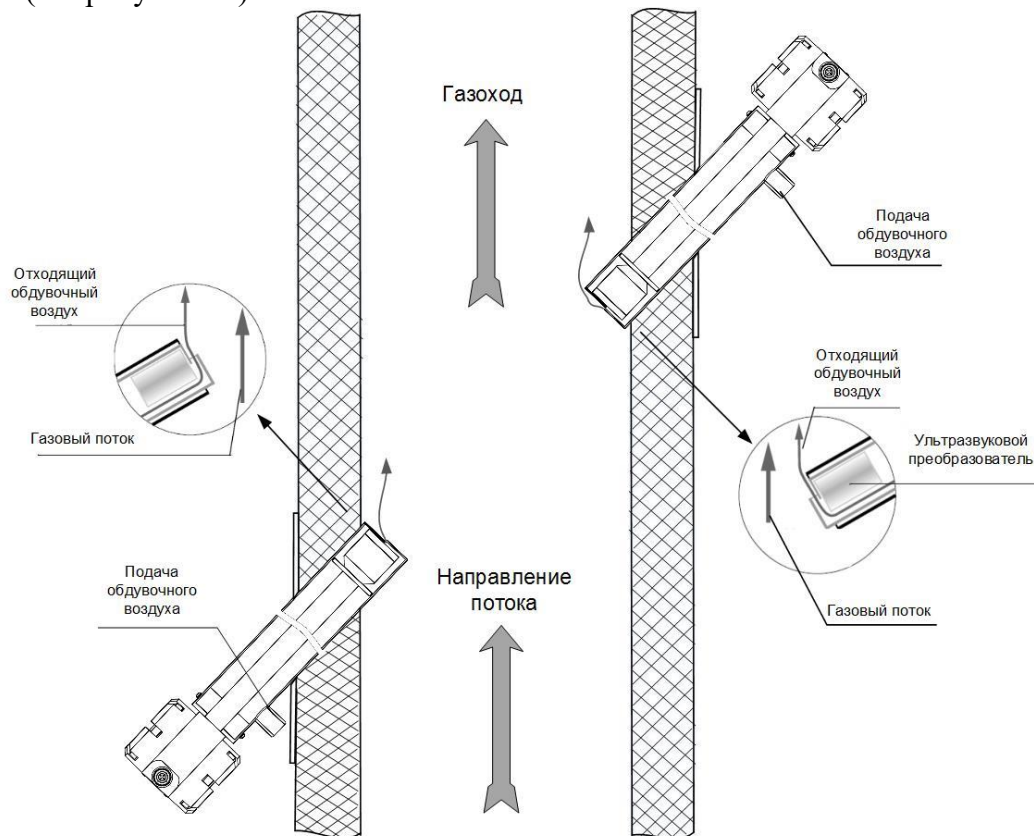

Рисунок 12 - Монтаж ПЭА Г с обдувом
- убедиться в том, что обдувочный воздух подается снизу и выходит в направлении потока газа (см. рисунок 12):